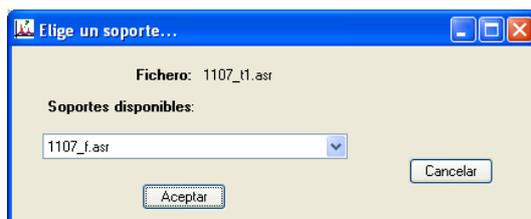

Figura 4: Modificación del soporte asociado a un fichero
1. Pinchar dos veces con el ratón en la celda que indica el soporte asociado. Se abrirá la ventana de la figura 4